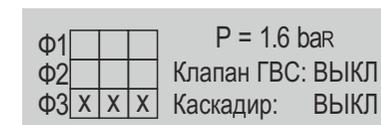

Рисунок 8
7.5.2.1 Пропадание одной или двух фаз. В случае, если к отключившейся фазе была подключена катушка аварийного контактора и насос - появится аварийная сигнализация, а по истечении некоторого интервала времени будет произведено их переключение на исправную фазу. Картина в окне состояния будет соответствовать рис. 8.